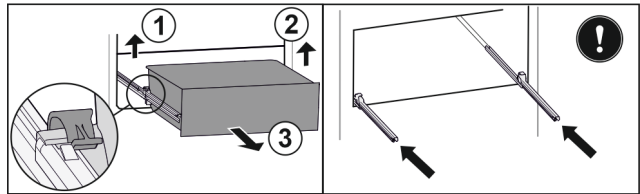

Fig. 219
- ▶ Приподнимите левый зажим и одновременно вытяните движением вперед выдвижной ящик слева. Fig. 219 (1)
- ▶ Приподнимите правый зажим и одновременно вытяните движением вперед выдвижной ящик справа. Fig. 219 (2)
- ▶ Извлеките выдвижной ящик движением вперед. Fig. 219 (3)